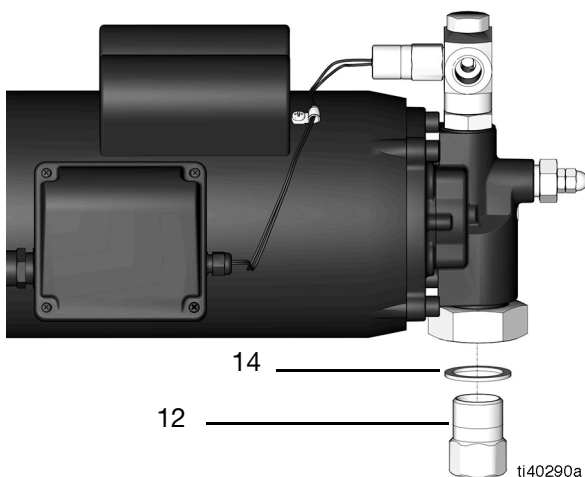

図 8
5. 1 3/8 インチレンチを使用して、インレットチェックバルブアセンブリ (12) を取り外します (図 8)。
6. シール (14) を取り外します (図 8)。
2. シール (14) を配置します (図 8)。
3. インレットチェックバルブアセンブリ (12) のネジ山に PTFE ネジシールテープを貼ります。
4. インレットチェックバルブアセンブリ (12) を挿入し、手で締めます。